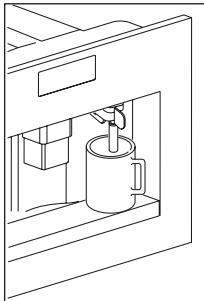

Fig. 12
- Coloque una taza bajo el surtidor de agua caliente (Fig. 12). Si el surtidor de agua caliente no está colocado, el aparato muestra INSERT WATER SPOUT (Introducir surtidor de agua).